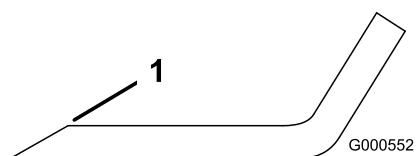

Figure 62
1. Au moyen d'une lime, aiguisiez les tranchants aux deux extrémités de la lame (Figure 62).
Remarque: Si la lame est déséquilibrée, limez un peu l'extrémité de l'ailette seulement (Figure 62).